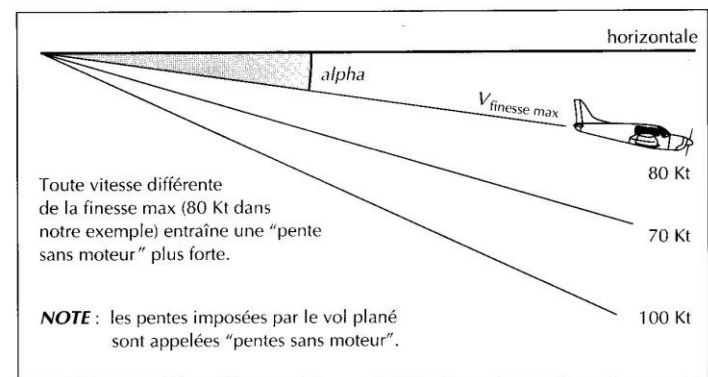

Fig. 1
Dans le cas idéal de l'approche (1), la vitesse $V = 1,2VS$ (1,2 fois la vitesse de décrochage en configuration atterrissage) est atteinte au seuil, ce qui assure une distance minimale d'atterrissage. Si la sortie des traînées est trop tardive (2), la vitesse au seuil est supérieure à $1,2VS$, augmentant ainsi notablement la distance d'atterrissage. Les terrains pratiqués n'offrent souvent que des longueurs très limitées. En revanche, lors d'une sortie prématurée des traînées (3), la vitesse $1,2VS$ une fois atteinte, devra être maintenue. Cette vitesse différente de la vitesse de "finesse max", impose une pente de descente plus forte que le plan *alpha* (voir **fig. 1 page 5**), qui ne permet pas d'atteindre le point d'impact visé.